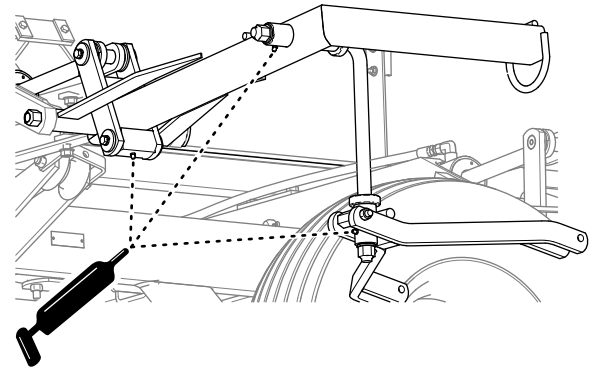

Figure 16
- Lubrifiez les 3 graisseurs du bras de levage du logement de pivot (Figure 16).